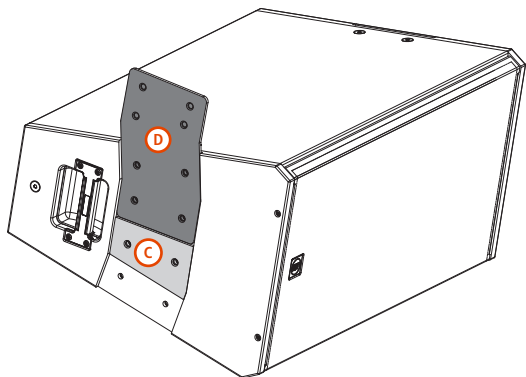

FIGURA 1
- Sul **primo** diffusore in alto e sui **seguenti** del cluster, la Piastra Esterna **C** deve essere posizionata di fianco alla staffa C-BR 10°, come mostrato nella **FIGURA 1**.